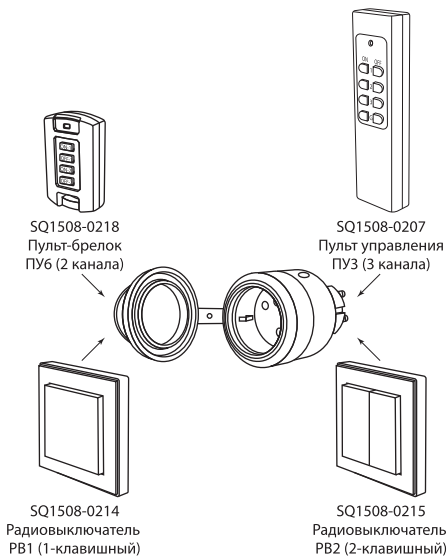

Рисунок 3. Подключение приемников РЗК к пультам и радиовыключателям
6.3. К приемникам РЗК можно подключить параллельно до 5 разных передатчиков (пультов и радиовыключателей) из линейки «Уютный дом» – рисунок 3.